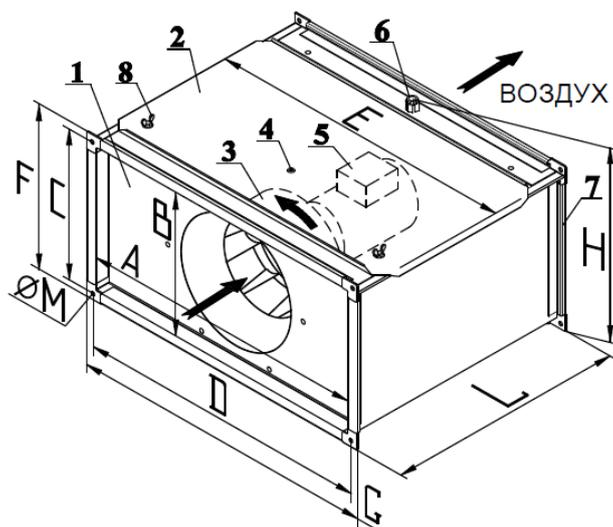

Рисунок 2.1 – Внешний вид и основные размеры вентиляторов VL
5.1.8. Для питания электродвигателя необходимо использовать медный кабель типа ВВГ сечением 1,5 мм². Кабель проводится через зажимной сальник корпуса 6 и коробки двигателя 5 (см. рисунок 2.1) с обязательной фиксацией его резиновыми втулками при вращении наружной гайки сальников; Кабели питания и управления необходимо уложить как внутри так и снаружи корпуса вентилятора в гофрированной патрубке и надежно закрепить на несущих конструкциях.
5.2.2. При пробном пуске необходимо убедиться в соответствии направления вращения рабочего колеса (поз.3, рис.2.1) стрелке на шильде корпуса вентилятора. Изменение направления производится путём переключения фаз. При отсутствии визуального контроля вращения рабочего колеса на крышке корпуса имеется отверстие с заглушкой (поз.4) (правильное направление потока определяется по выдуванию полоски бумаги из отверстия при снятой заглушке, если полоска втягивается внутрь направление не верно).